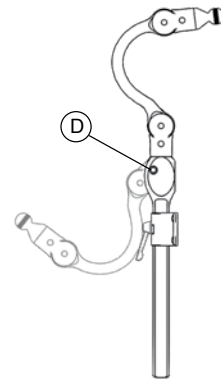

Fig. 4
2. Orizzontale/Angolo – Allentare i perni di rotazione (Fig. 1, A) per regolare la profondità (Fig. 4) e l'angolo (Fig. 3) Non è necessario stringere completamente tutte le viti prima di raggiungere la posizione finale.